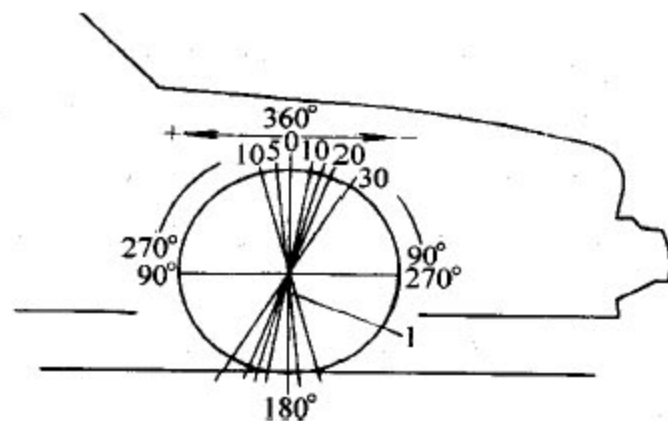

图 1-3 主销后倾角
1). 主销后倾角：主销后倾角是从车辆侧面观察，转向轴最高点偏离垂直方向的倾角，如图 1-3 所示。顶点向后的倾角为正(+)，而向前的倾角为负(-)。主销后倾影响转向机构的方向控制，但不影响轮胎磨损。若一个车轮较其他车轮的正主销后倾角大，会使该车轮朝车辆中心线行驶，车辆将向正主销后倾角最小的一侧偏向行驶。